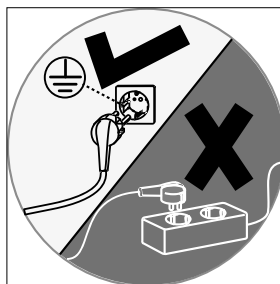

Abb. 19
- ▶ Nachdem Sie den Wasserzulauf und Wasserablauf installiert haben, verbinden Sie den Netzstecker mit einer Netzsteckdose (siehe auch **Abb. 19**).